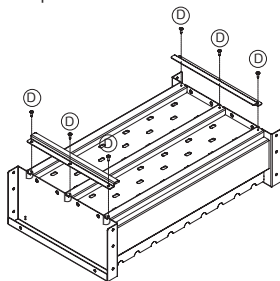

Рис. 2.
- Установить опоры зольника (поз. 4) по очереди, как показано на рис. 2 и закрепить саморезами (D), в заранее подготовленное отверстие, с помощью отвертки.